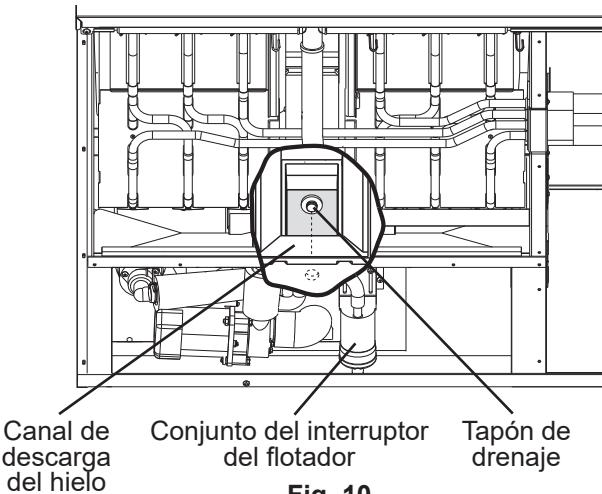

Fig. 10
- 7) Retire la tapa de aislamiento. Retire el tapón de drenaje situado en la parte delantera inferior del canal de descarga del hielo. Consulte la Fig. 10. Deje que el depósito de agua se vacíe.
- 5) Retire el tapón de drenaje situado en la parte delantera inferior del canal de descarga del hielo. Consulte la Fig. 10. Deje que el depósito de agua se vacíe.